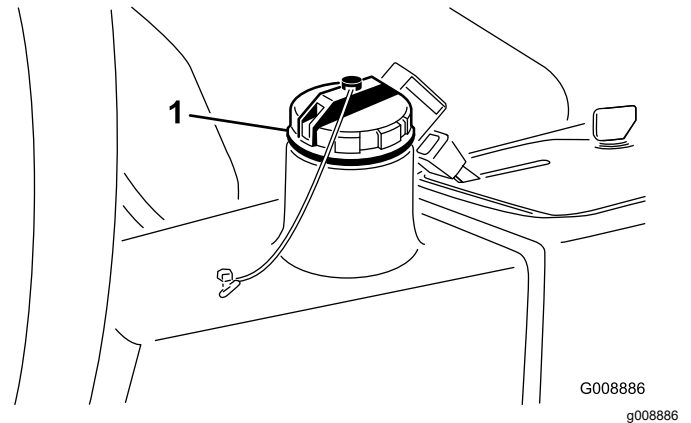

Figura 66
3. Encha o reservatório (Figura 66) com aproximadamente 13,2 litros de fluido hidráulico; consulte a secção. Verifique o sistema hidráulico.